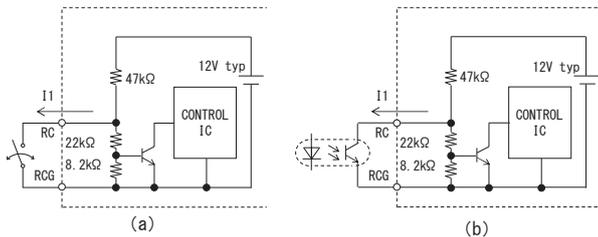

図 3.1 リモートコントロール接続例
- リモートコントロール回路は一次側 (入力側) にあり、RCG は電源内部で -VIN 端子と接続されています。入力フィルタを介して制御される場合や 2 次側から制御される場合は、フォトカプラ等で絶縁してご使用ください。(図 3.1 (b))